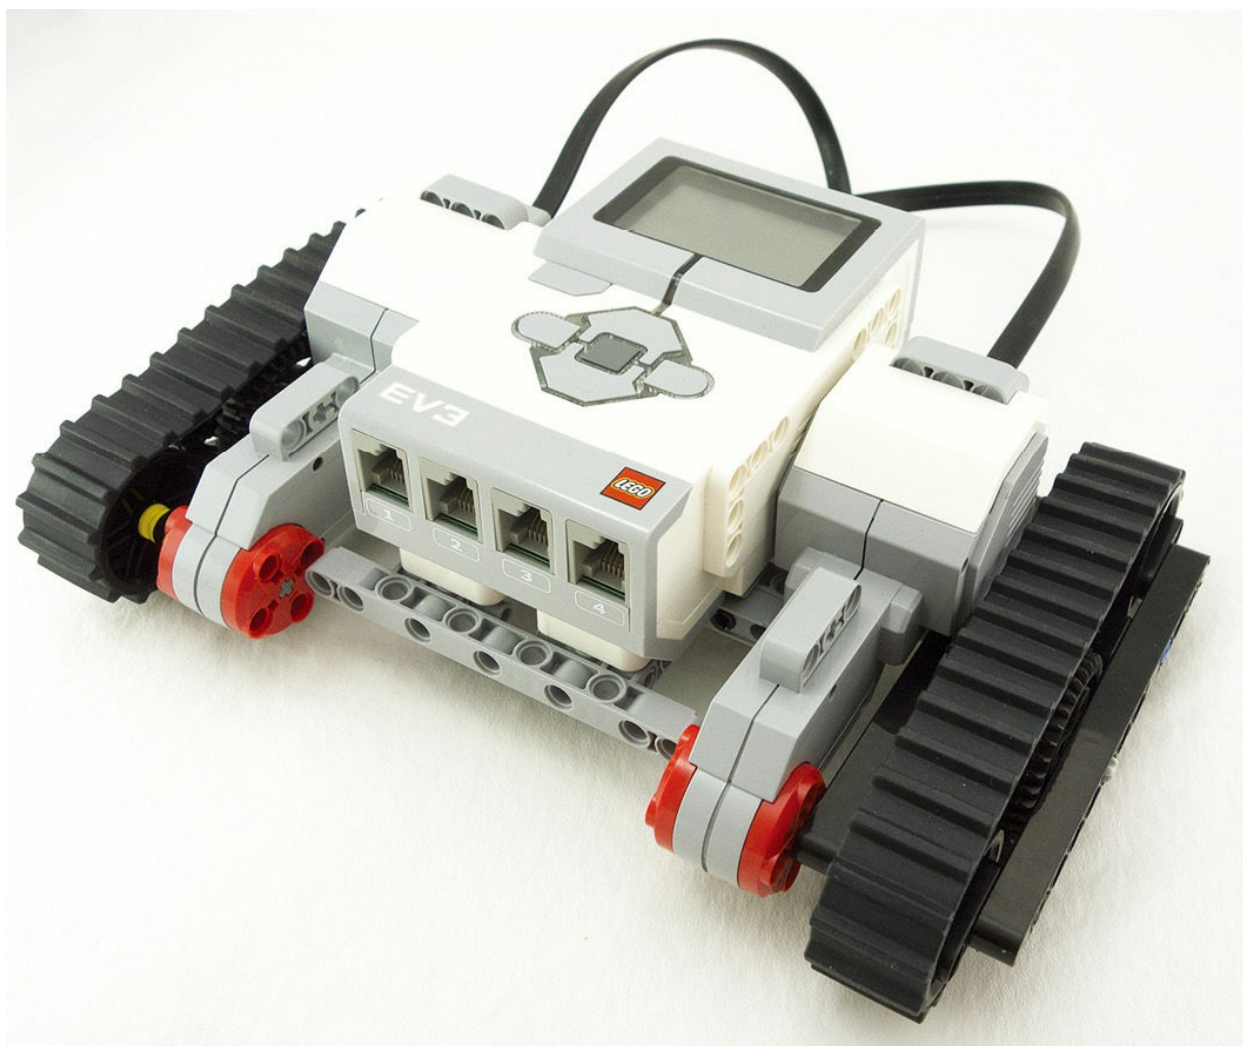

图6.12 说明书第12页的Track3r
1. 按照EV3家庭版说明书第12页来搭建Track3r，如图6.12所示。在这里并不需要担心装饰翼、小电机或者传感器，因为没有这些你依然可以搭建一个足以满足你目标的坚实坦克。